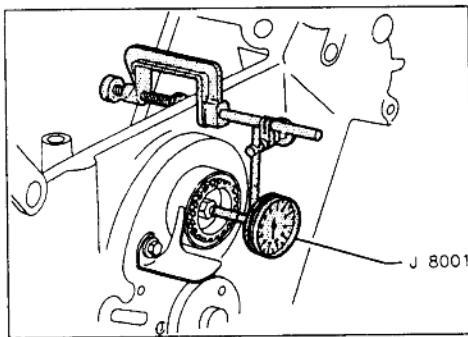

图1-1-10 测量平衡轴轴向间隙
- (1)见图1-1-10所示,测量平衡轴轴向间隙,轴向间隙为 $0 \sim 0.20\text{mm}$ 。